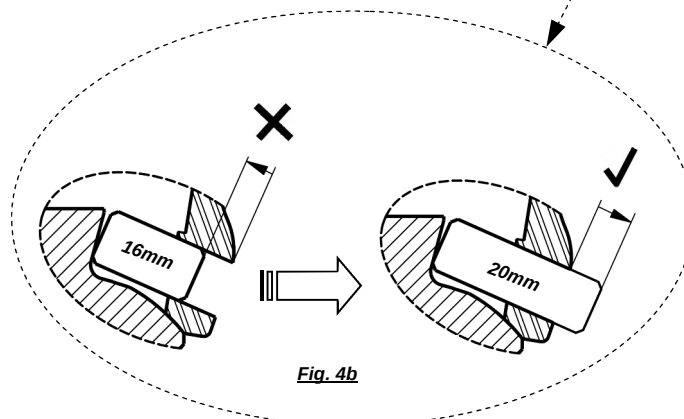

Fig. 4b
- Si une des vis s'avère trop courte, la remplacer par une des vis de longueur 20mm contenue dans le conditionnement (fig. 4b)
(**) => use: see fig.4b